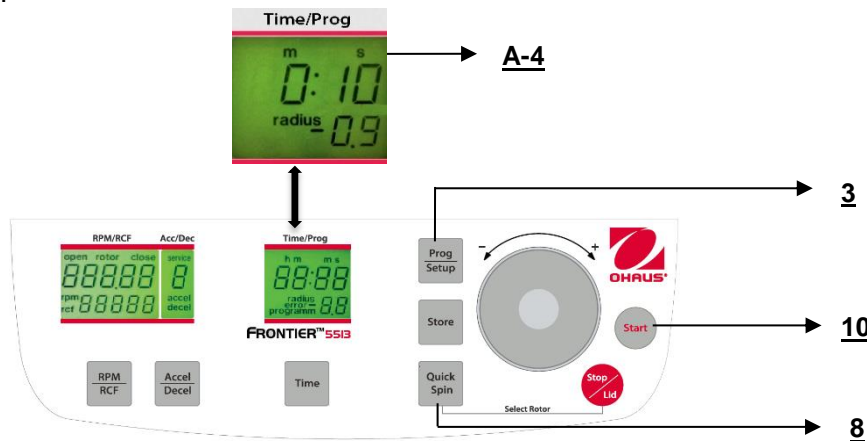

Abbildung. 24
Sie können die Zentrifuge entweder mit der Taste "**Start**" (10) (siehe Abbildung 24) oder der Taste "**Quick Spin**" (8) starten.